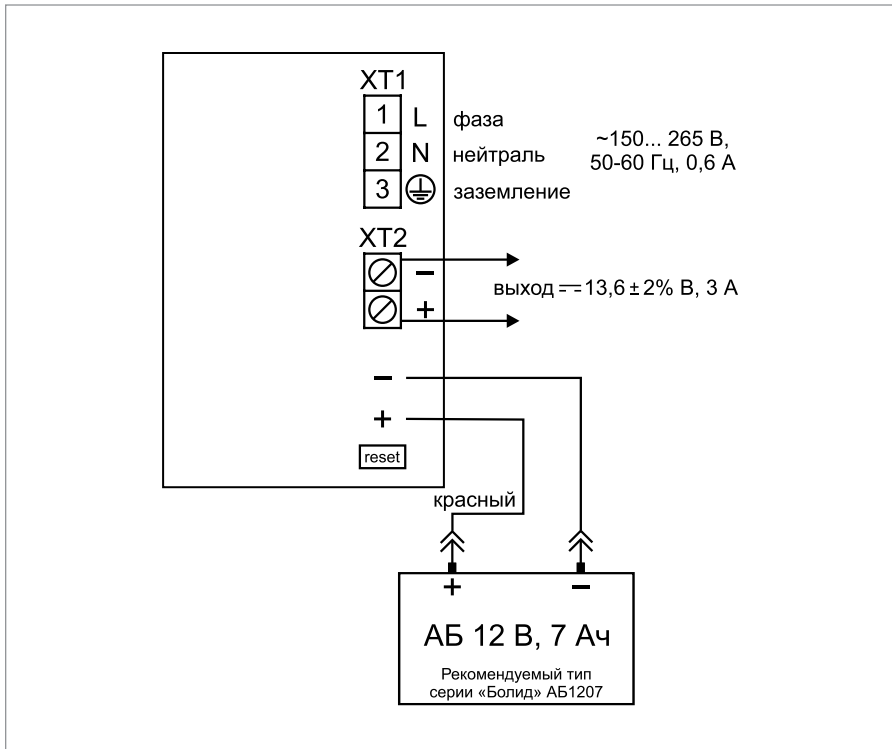
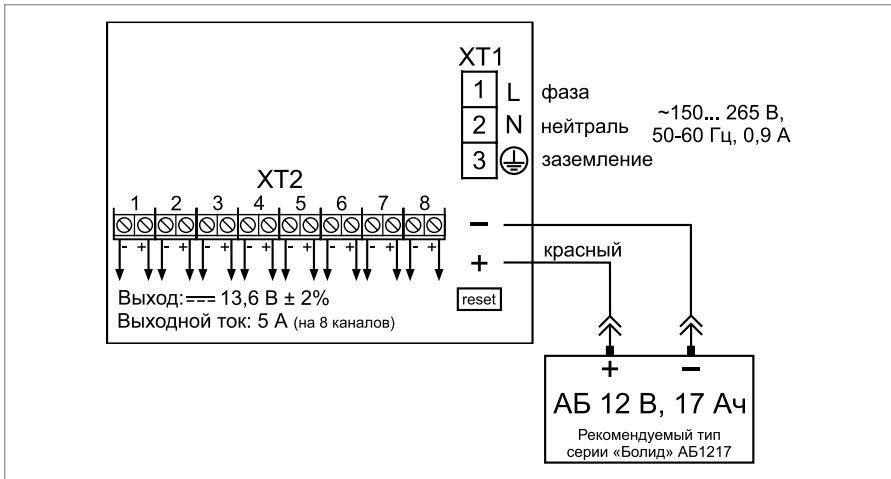

Рисунок 8. Схема подключения РИП-12 исп.100 (РИП-12-3/7М6-V1)
Рисунок 11. Схема подключения РИП-12 исп.108 (РИП-12-5/17М7-V8)
1.3. Схемы подключения приведены на Рисунок 8-Рисунок 11.
- 1.8. Проверьте правильность произведённого монтажа в соответствии со схемой подключения (Рисунок 8 - Рисунок 11).